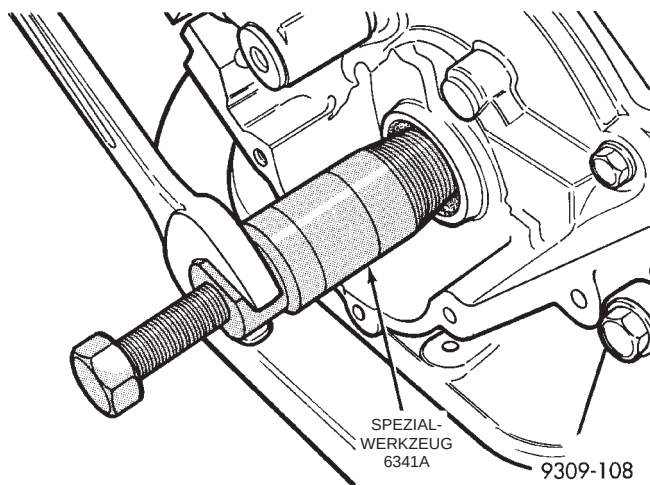

Abb. 80 Kurbelwellendichtrings mit Spezialwerkzeug 6341A—Ausbau
(4) Mit Spezialwerkzeug 6341A Kurbelwellendichtring abziehen (Abb. 80).